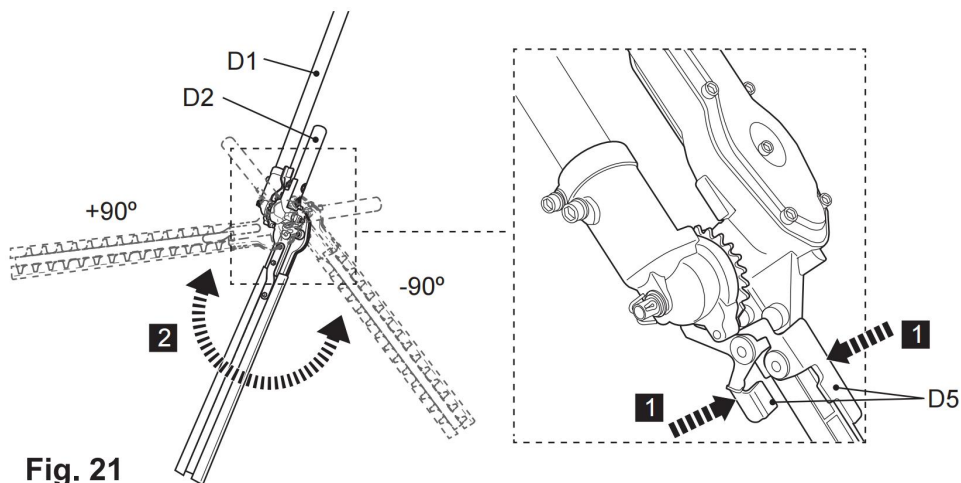

Fig. 21
5) Presione las palancas de desbloqueo (D5) para desengranar el sistema de dientes (D6) y ajuste el cabezal de la hoja a la posición deseada (Fig. 21).